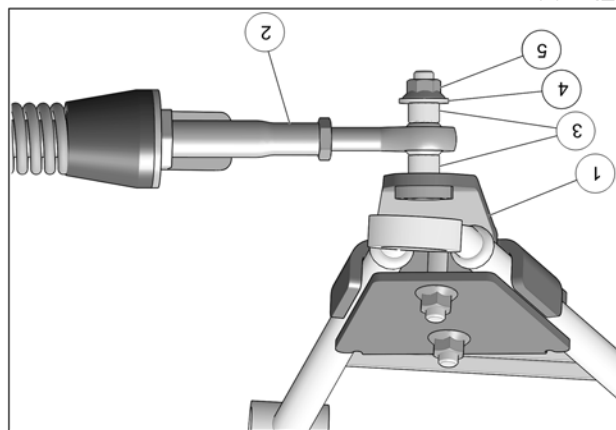

Fig. 21
9. Fixer le bras stabilisateur (2) au boulon déjà installé sur l'ancrage de suspension (1) à l'aide des deux espaceurs (3), de la rondelle (4) et de l'écrou autobloquant (5). Serrer à un couple de 70 N•m [52 lb•pi]. Voir la Fig. 21